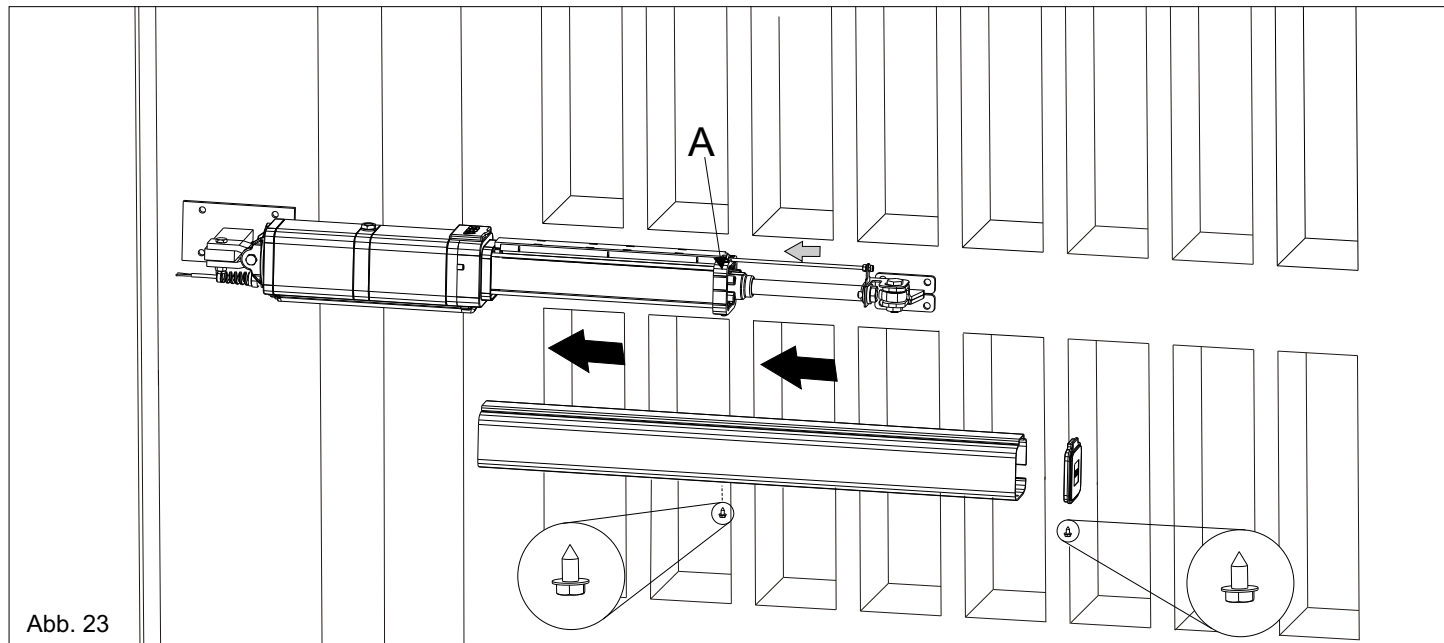

Abb. 23
Vor Installierung der Kolbenabdeckung (Abb. 23), muss der Antivibrationsrahmen aus Plastik eingeführt werden (A).